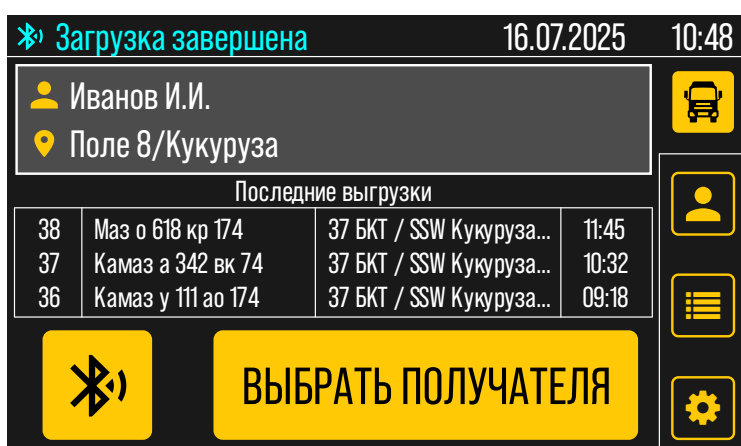

Рис.18. Выгрузка завершена
- Далее дождитесь завершения выгрузки с соответствующей индикацией на экране (**Рис.18**): надпись «**Загрузка завершена**» будет мигать в течение 10 секунд.